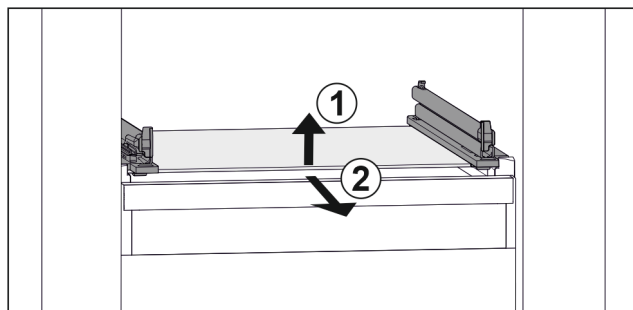

Fig. 138 Exemple de représentation de la tablette en verre
- Soulever la tablette en verre par l'avant. Fig. 138 (1)
- Retirer la tablette en verre par l'avant. Fig. 138 (2)